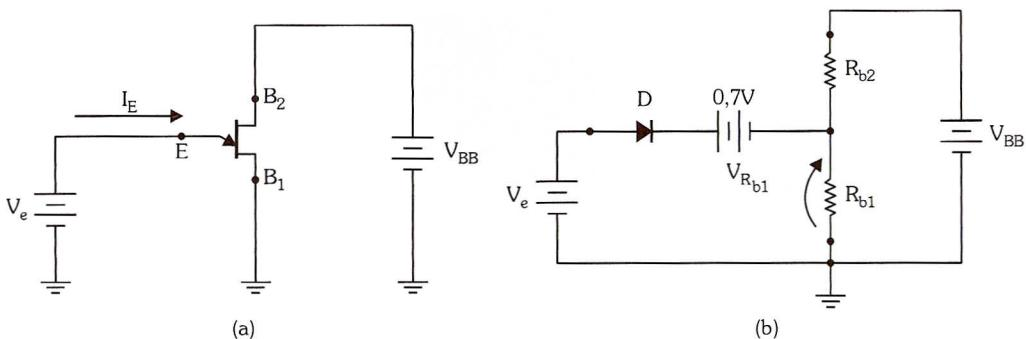

Figura 3.2: UJT (a) polarização, (b) circuito equivalente.
Um dos terminais é chamado de emissor (E) e é de material tipo P. Entre as extremidades da barra existem dois terminais, a base 2 (B_2) e a base 1 (B_1). Entre essas extremidades o dispositivo apresenta uma resistência ôhmica chamada resistência interbases (R_{BB}) cujo valor está compreendido entre 5K e 10K. Entre B_2 e a junção existe uma resistência R_{b2} e entre a junção e B_1 uma resistência R_{b1} , a soma dessas duas resistências é igual a R_{BB} . O circuito equivalente e a polarização do UJT estão indicados na Figura 3.2.